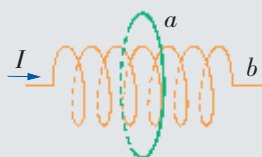

图 1-20
1. 如图 1-20 所示,长直螺线管 b 置于金属环 a 的轴线上,螺线管各匝导线间有一定的距离。当在螺线管 b 中通以图示方向的电流,并使电流迅速增大时